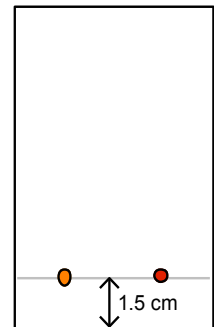

Abb. 3: Mit Farbstoffgemischen beladene DC-Folie
- (6) Fülle das DC-Glas ca. 0.5 cm hoch mit dem Laufmittelgemisch (Benzin und 2-Propanol im Volumenverhältnis 10:1). Falls schon Laufmittel drin ist, ist zu kontrollieren, ob genügend Flüssigkeit vorhanden ist, Schliesse dann das Glas mit dem Deckel.
- (7) Zeichne 1.5 cm oberhalb des unteren Randes mit Bleistift und mit wenig Druck einen Strich auf eine DC-Folie. Achte dabei darauf, die Dünnschicht nicht zu verletzen.
- (8) (*Lehrperson rufen:*) Trage nun beide farbigen Extrakte je mit einer Mikrokapillare auf der gezeichneten Linie auf (Abb. 3). Dazu wird die Mikrokapillare kurz in die jeweiligen Extrakte (farbige Phase) getaucht und anschliessend senkrecht auf die DC-Platte gehalten.